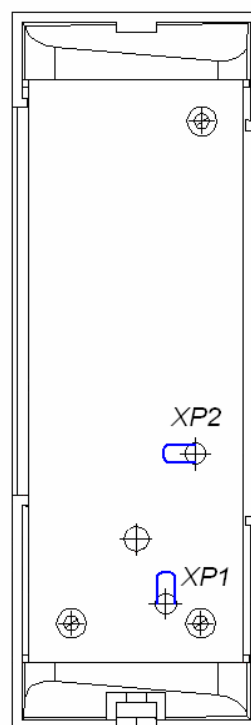

Рисунок 2. Расположение перемычки XP2 «номер считывателя» и перемычки XP1 «отключение концевого резистора»
Кроме того, на тыльной стороне блока индикации расположены две перемычки проводом (см. рисунок 2):
5. При необходимости изменить номер блока индикации перекусите кусачками перемычку «номер считывателя» (**XP2**). Расположение перемычки указано на рис. 2.